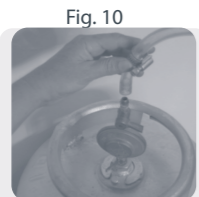

Fig. 10
5| Ponha em seguida uma abraçadeira na outra extremidade da mangueira, encaixe no bico regulador de pressão do botijão. Aperte com uma chave de fenda para garantir uma boa vedação. Em seguida repita a operação para verificação de vazamento citada no item 4. (Fig.10 e Fig.11).